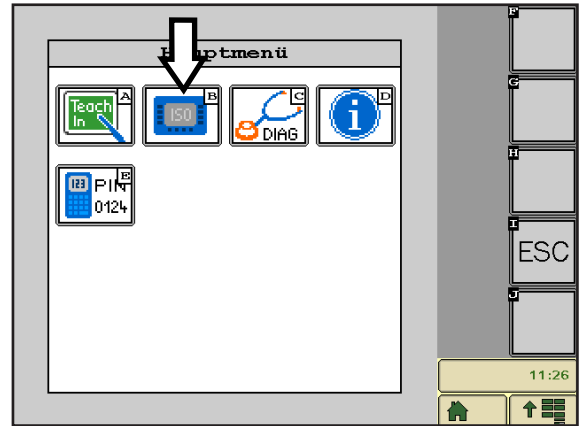

Abb. 14: Terminal-Konfiguration wählen
Tippen Sie im Hauptmenü auf das VT-Symbol (B) (siehe Abb. 14), um die Terminal-Konfiguration zu öffnen.